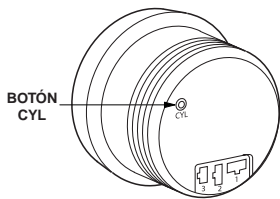

Figura 4
- Desconecte la alimentación eléctrica del tacómetro (coloque la llave de la ignición en la posición de apagado). Presione y mantenga oprimido el botón CYL (botón ROJO pequeño en la parte posterior del tacómetro, véase la Figura 4), después aplique energía eléctrica al tacómetro (coloque la llave de la ignición en la posición de encendido).